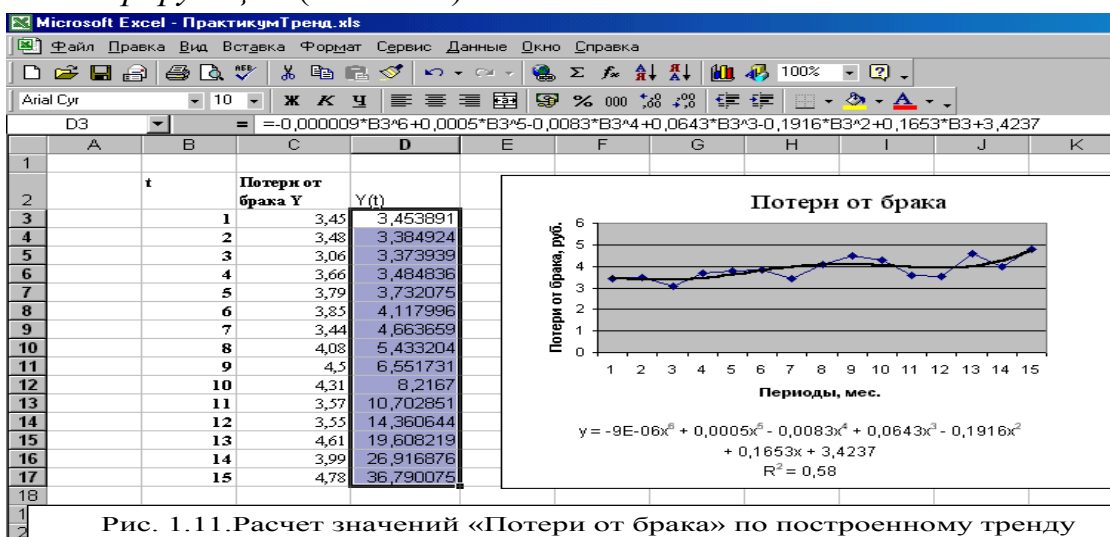

Рис. 1.11. Расчет значений «Потери от брака» по построенному тренду
2.1. Рассчитать значения исследуемого ряда по полученной трендовой модели  $Y(t)$ , используя *Мастер функций* (Рис.1.11.).